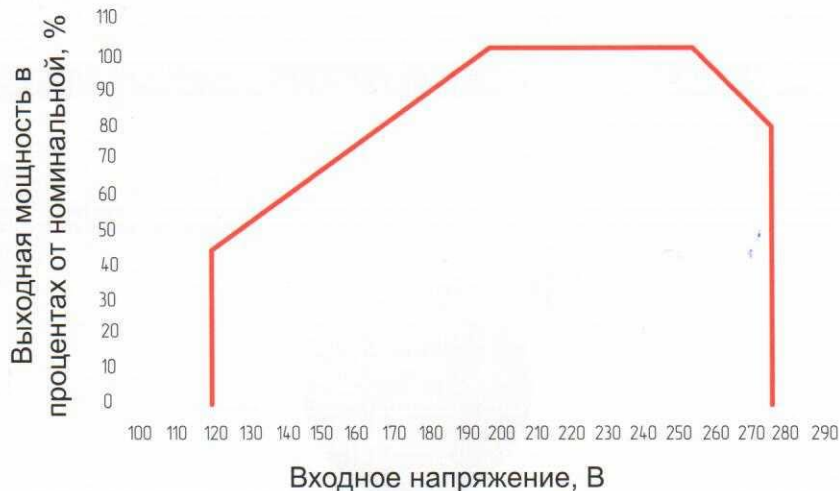

Рис.3
4. Номинальная мощность нагрузки в диапазоне 198В-255В, ВА (см. рисунок 3)
**ВНИМАНИЕ!** Общая мощность нагрузки, подключаемой к стабилизатору не должна превышать указанную мощность (см.рис.3)!